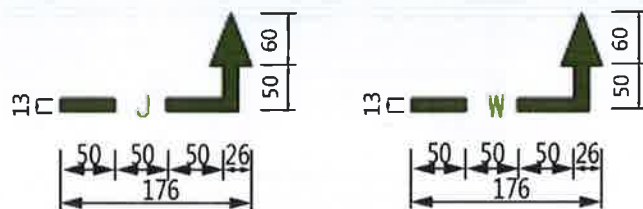

图 30 给水排水类管线标识样式及尺寸示例
7.4 给水排水类管线标识由管线符号和水流箭形组成。给水管线用字母“J”表示，排水管线用字母“W”表示。字母及箭形均为绿色 RGB(8, 119, 21)，字体为黑体。给水排水类管线标识样式及尺寸示例见图 30。